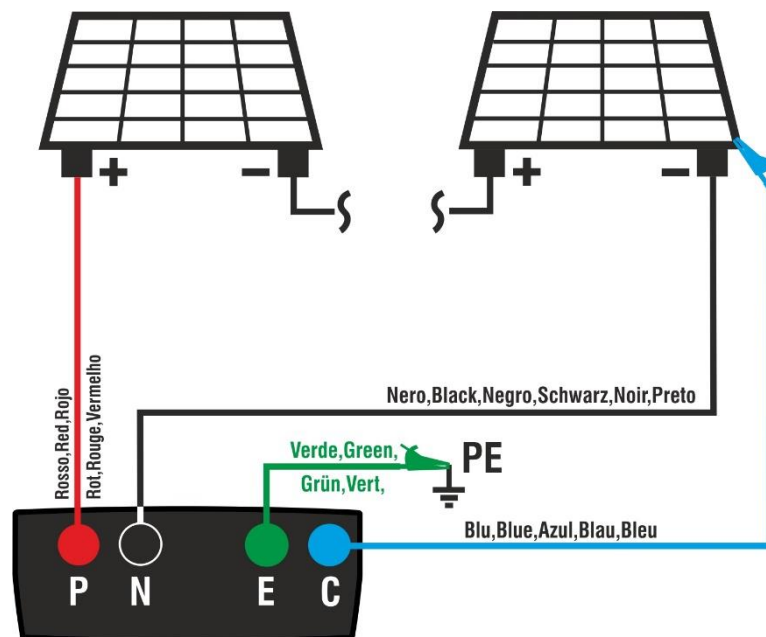

Fig. 11: Ligação de teste IVCK sem unidade remota
2. Ligar o instrumento ao módulo/string em ensaio e, se for caso disso, ao nó de terra principal do sistema e às massas metálicas ligadas à terra, como indicado na Fig. 11. Em particular: